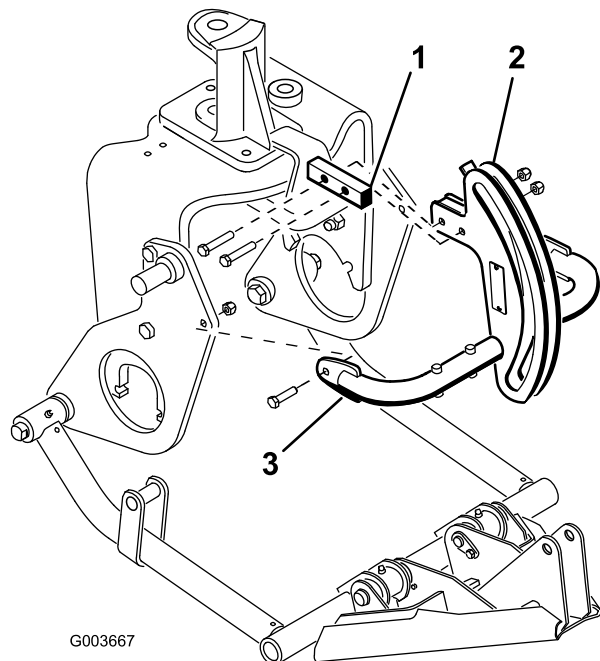

図 9
- ボルト2本 ((3/8 x 2 インチ)) とナットを使って、ヒッチ・フレーム・ブラケットにヒッチ・フレームを取り付ける (図 9)。
7. ボルト（ $3/8 \times 1-1/2$ インチ）とナットを使って、プラウ・プレートにヒッチ・フレーム・チューブを取り付ける（図 9）。ナットを締めつけて調整を固定する。